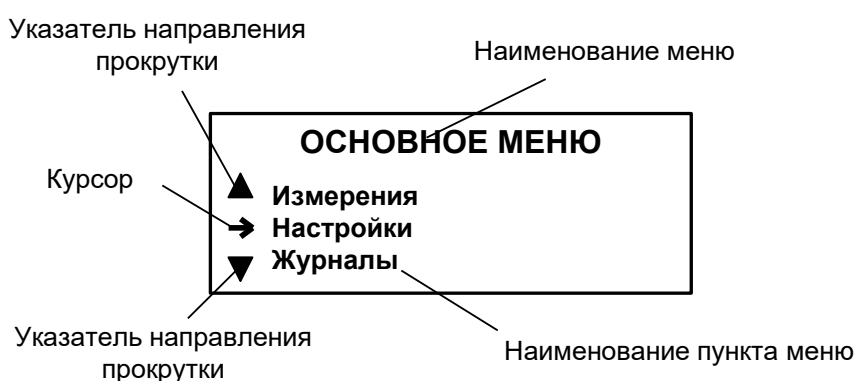

Рис.1. Вид основного меню.
- 1.1.1. Для управления расходомером с клавиатуры ВП используется многоуровневая система меню (Приложение А), состоящая из основного меню, подменю и окон, содержащих списки команд и параметров. Основное меню (рис.1) имеет неизменный состав. Состав и структура подменю и окон, а также возможности модификации установочных параметров определяются режимом работы расходомера.
- 1.1.3. Индикация на дисплее состоит из наименования меню (окна), располагающегося неподвижно в первой строке дисплея жидкокристаллического индикатора (ЖКИ), и наименований пунктов меню (параметров), которые могут смещаться вверх или вниз (рис.1).
1.1.5. Одновременно на дисплее может индицироваться не более 3-х строк (пунктов меню, параметров из списка). Поэтому в начале первой и последней строк пунктов (параметров) могут располагаться указатели направления прокрутки в виде треугольников (рис.1), вершины которых направлены в стороны возможного перемещения курсора по строкам (пунктам меню, параметрам).